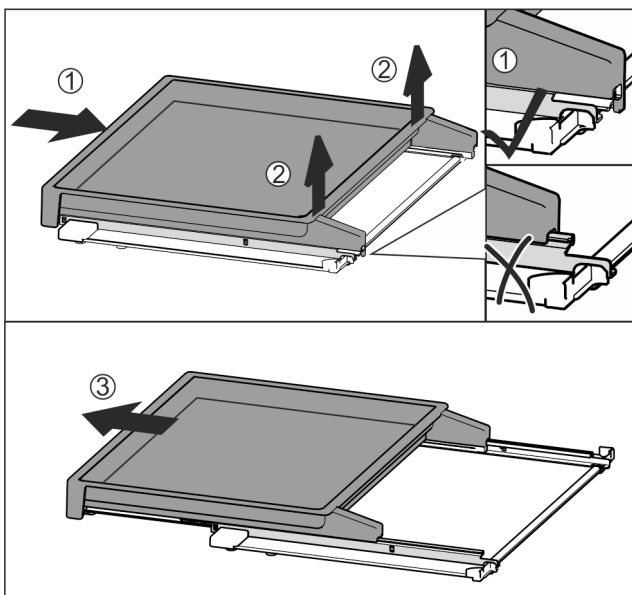

Fig. 32
- ▶ Повністю вставте витяжну панель Fig. 32 (1).
- ▶ Відпустити фіксатор на задній стороні Fig. 32 (2).
- ▶ Потягніть витяжну панель вперед Fig. 32 (3).